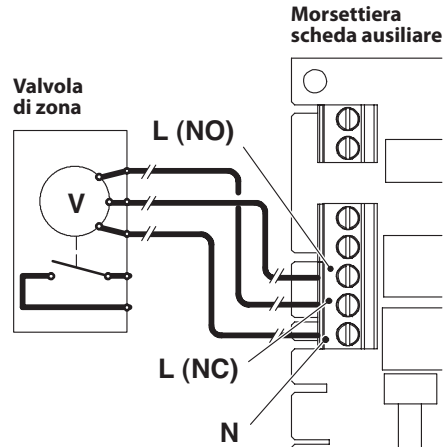

Figura 5.27
virsi dei morsetti della scheda ausiliare **N** (neutro comune), **L (NO)** linea 230V ~ (valvola apre impianto riscaldamento), **L (NC)** linea 230V ~ (valvola chiude impianto riscaldamento) Figura 5.27.